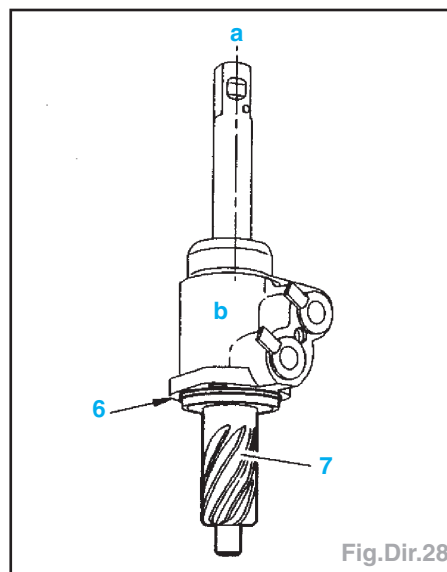

Fig.Dir.28
- Repérer (Fig.Dir.28) :
- le joint torique (6),
- l'ensemble poussoir de direction (3).
- Graisser le pignon de crémaillère (7) (graisse TOTAL N3924) (Fig.Dir.28).